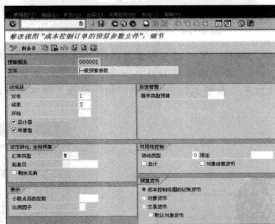

图 5-132 修改订单预算参数文件细节
STEP 3 图中，可以选择一条现有的订单参数文件，然后单击“修改”按钮，进入订单预算参数文件细节修改界面，如图 5-132 所示。在此界面中，可以为预算参数文件选择“汇率类型”、“起息日”、“活动类型”、“预算货币”以及“小数点后的位数”等。